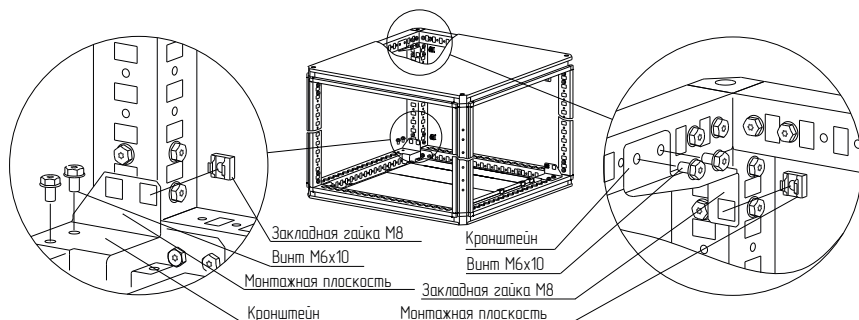

Рисунок 11
4.5.2 Закрепить на крыше и основании кронштейны винтами с самонарезающей резьбой М6×10 (рисунок 11). Момент затяжки – 7 Н·м. Монтажная плоскость кронштейнов должна быть на равном удалении от фасадной плоскости каркаса.
4.5.3 Установить закладные гайки М8 в квадратные отверстия кронштейнов (рисунок 11).